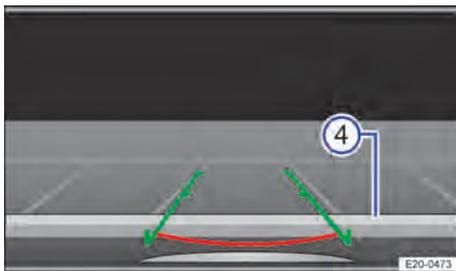

Fig. 112 Indicação na tela do sistema Infotainment: alinhar o veículo dentro da vaga de estacionamento.
4. Parar quando a linha horizontal alcançar o limite traseiro → Fig. 112 ④.